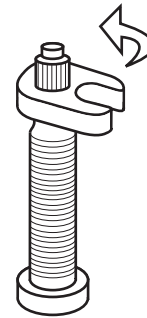

Figura 24. Gire la llave en dirección opuesta a las agujas del reloj para quitar el obús.
3. Extraiga el obús de la válvula (Figura 24).